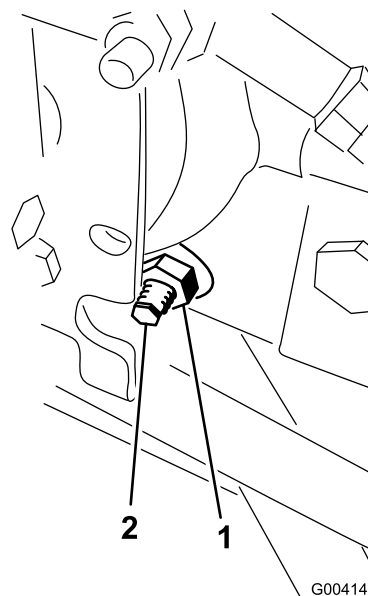

Figura 80
3. Dal lato destro dell'idrostatato, allentate il dado di bloccaggio sulla camma di regolazione della trazione (Figura 80).